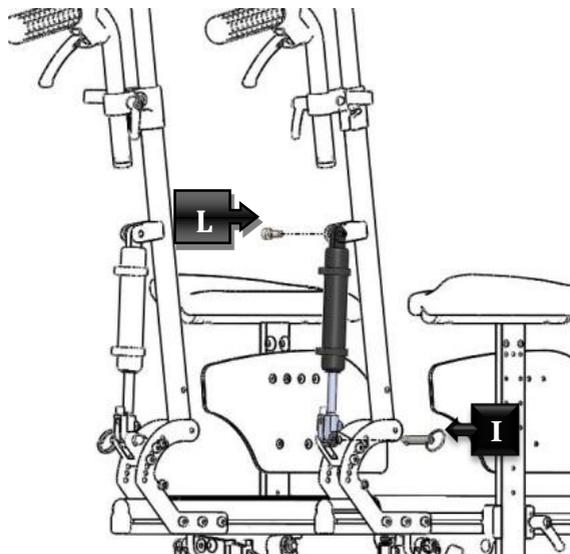

Figura 49
Para a mola a gás direita ou esquerda, desengate a inserção rápida (I) evidenciada na Figura 49 e desaparafuse completamente o parafuso (L) com uma chave para parafusos com sextavado interno (allen) de 6 mm. Depois da nova mola a gás ter sido inserida certifique-se de que aperta corretamente o parafuso e que volta a inserir a inserção rápida.